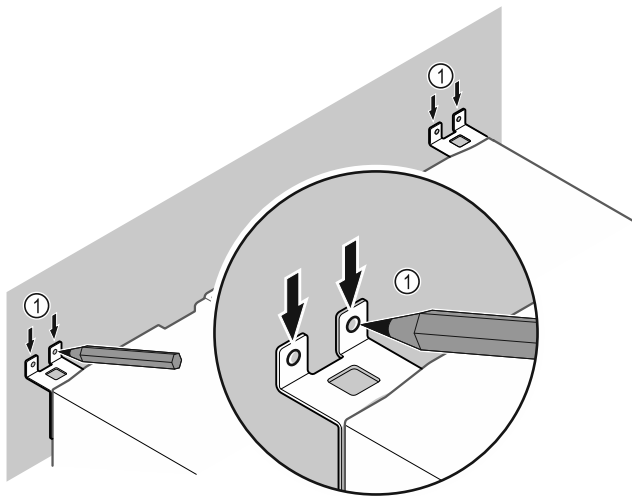

Fig. 68
- ▶ Markierungen an der Wand setzen Fig. 68 (1).